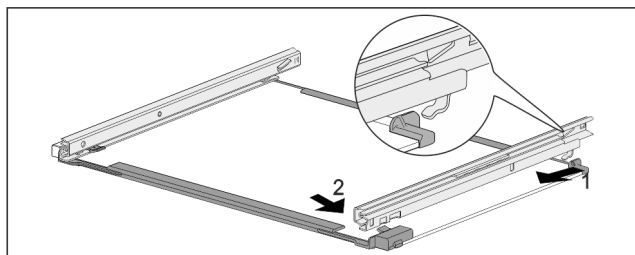

Fig. 151 Glassplate med skinner
- Hekt inn skinne bak. Fig. 151 (1)
- Hekt inn skinne foran. Fig. 151 (2)